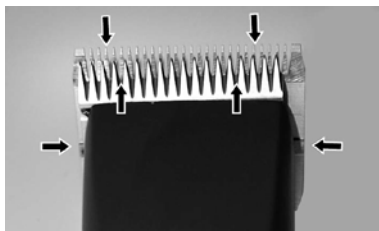

Fig. 22
For å oppnå gode klippemaskinesultater og for å øke levetiden til klippemaskinen og klippehodet, må du påføre et tynt lag med olje mellom det øvre og nedre bladet (Fig. 22).
- ▶ Smør bladene tilstrekkelig under klippingen (minst hvert 15. minutt), slik at de ikke går tørre (Fig. 22).
Bladene må oljes før, under og etter hver gang de brukes. Når bladene på klippemaskinen etterlater striper eller går med redusert hastighet, er dette et tegn på at olje kreves. Påfør noen dråper olje foran på sidene av klippebladene (se pilene i Fig. 22). Tørk av overflødig olje med en tørr klut. Smøresprayer har ikke nok olje til å opprettholde god smøring, men hjelper til med å kjøle ned bladene. Skadede eller sløve blader må straks skiftes ut for å unngå skader.